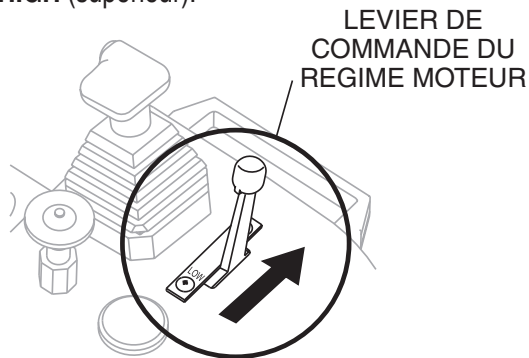

Figure 12. Levier de régime du moteur (position High)
7. Placer le levier de vitesse du moteur (figure 12) en position **HIGH** (supérieur).